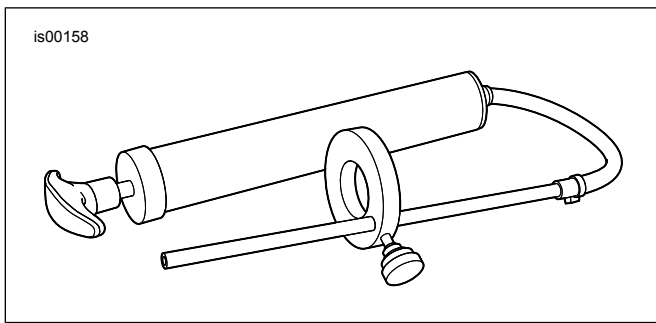

Abbildung 2. Ölstandsmesser der Vorderradgabel (HD-59000B)
- a. Siehe Abbildung 2. Den Ölstandsmesser der Vorderradgabel (Teile-Nr. HD-59000B) bereitlegen.